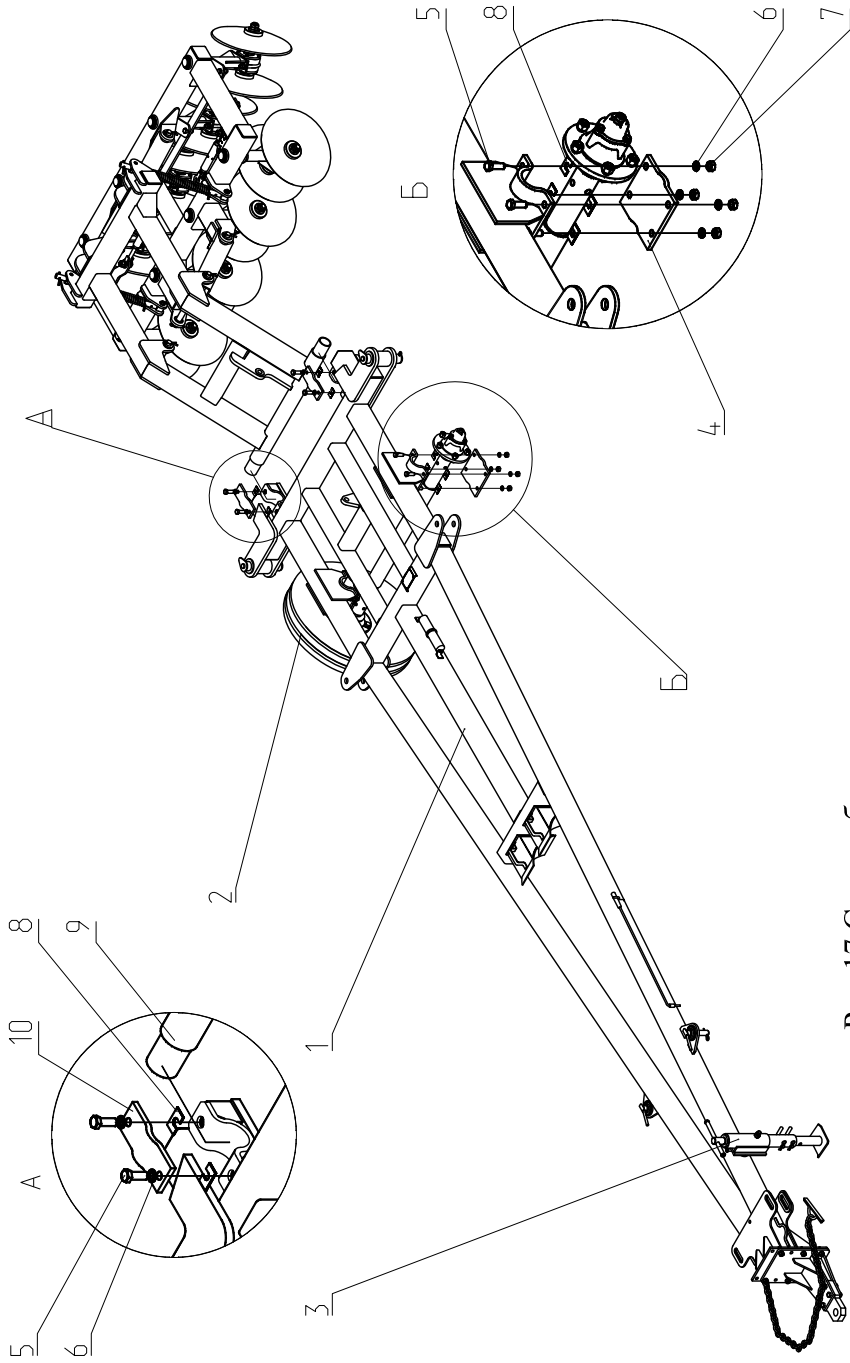

Рис.17 Схема сборки луцильника.
- установить сницу поз. 1 Рис.17 на мост поз. 2 скобами Рис.17 Б;
- закрепить мост на снице прижимами поз. 4 Рис.17 Б используя болты М16х45 поз. 5, гайки М16 поз. 7 и шайбы 16.65Г поз. 6, выбрав зазор между прижимом и скобой сницы прокладками поз. 8;
- центральную секцию поз. 9 Рис. 17А проточенными краями установить в сницу поз. 1 и закрепить прижимом поз. 10, используя болты М16х45 поз. 5 и шайбы 16.65Г поз. 6, выбрав зазор между прижимами и скобами сницы, обеспечив качание центральной секции в соединении;